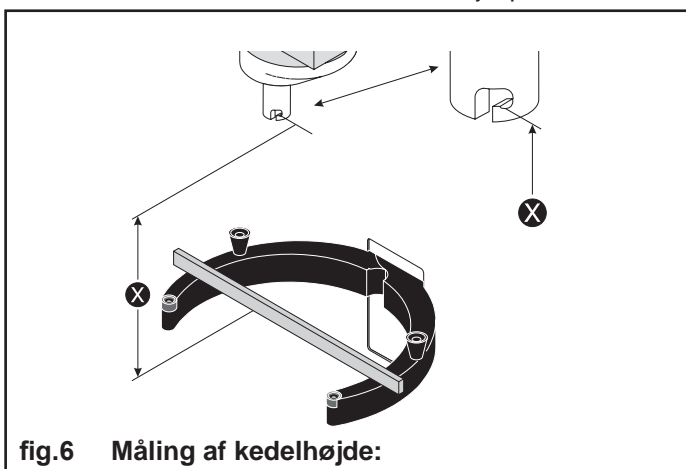

fig.6 Måling af kedelhøjde:
Afstanden (X) måles fra undersiden af bajonethullet til den flade på kedelarmene, som kedlen hviler på (fig. 6). Kedelarmene skal være hævet til normal arbejdsposition.